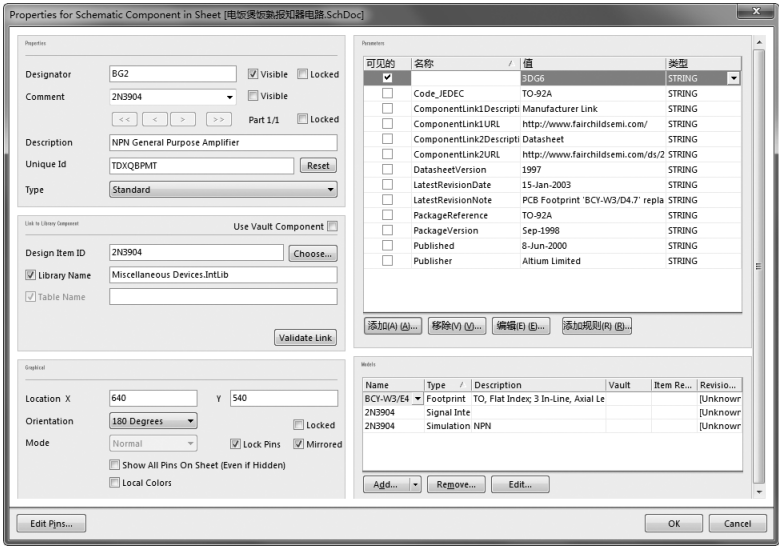

图 4-44 参数属性设置对话框
(15) 单击“确定”按钮，完成添加，返回参数属性设置对话框，如图 4-44 所示。